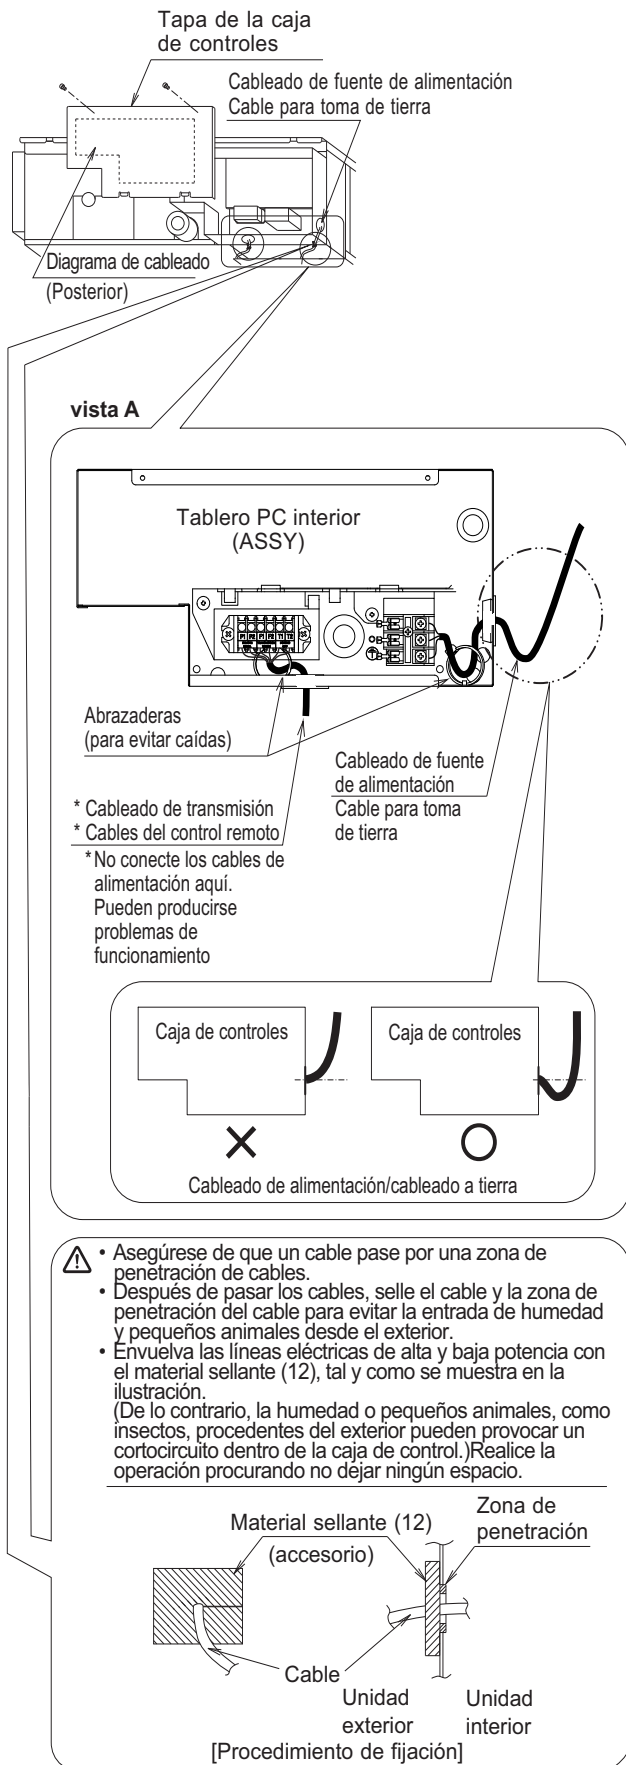

Fig. 17
Asegure firmemente los cables con las abrazaderas (9) (10) disponibles como accesorios según se muestra en la Fig. 17, de manera que no se aplique tensión en las áreas de conexión de cables.
- Efectúe el cableado solamente tras retirar la tapa de la caja de control según se muestra en la Fig. 17, relativo a la vista A.